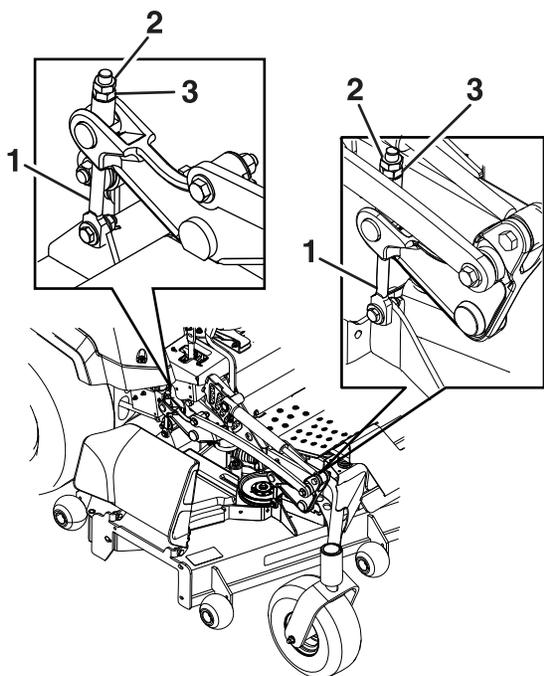

Figura 77
8. Mettete a punto il dado di regolazione sul gruppo di sollevamento del piatto di taglio anteriore ruotandolo (Figura 77).